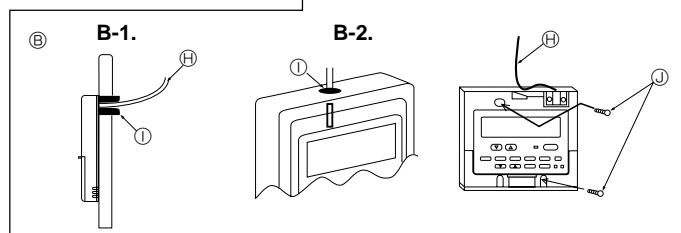

Fig. 6-3
(2) Täta serviceöppningen på fjärrkontrollsladden med fyllningsmassa för att förhindra att dagg, vatten, kackerlackor eller maskar eventuellt tränger in. (Fig. 6-3)
#### [Fig.6-3]